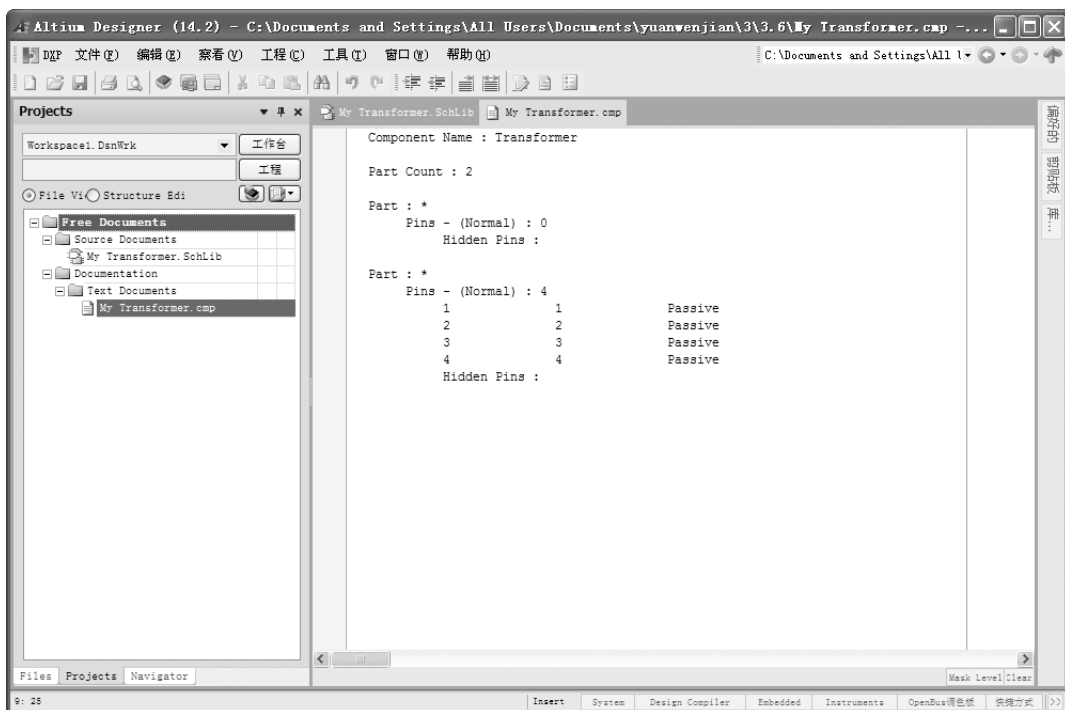

图 11-55 元器件报表
- 2) 选择菜单命令“报告”→“器件”, 系统将自动生成该元器件的报表“My Transformer. cmp”, 如图 11-55 所示。